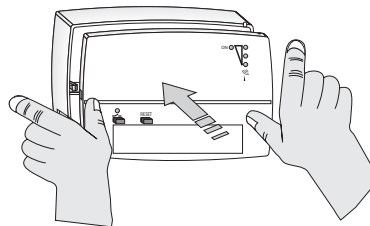
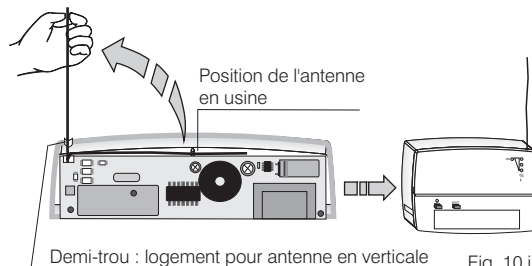

Fig. 9.i
Fig. 10.i
- Pousser avec les deux mains la partie avant sur la base, comme illustré dans la figure 9.i, jusqu'au dé clic de verrouillage des crochets appropriés de la base.
- Faire passer le fil dans le petit trou prévu approprié (fig. 10.i)
- Réfermer attentivement le récepteur (fig. 9.i - fig.10.i).